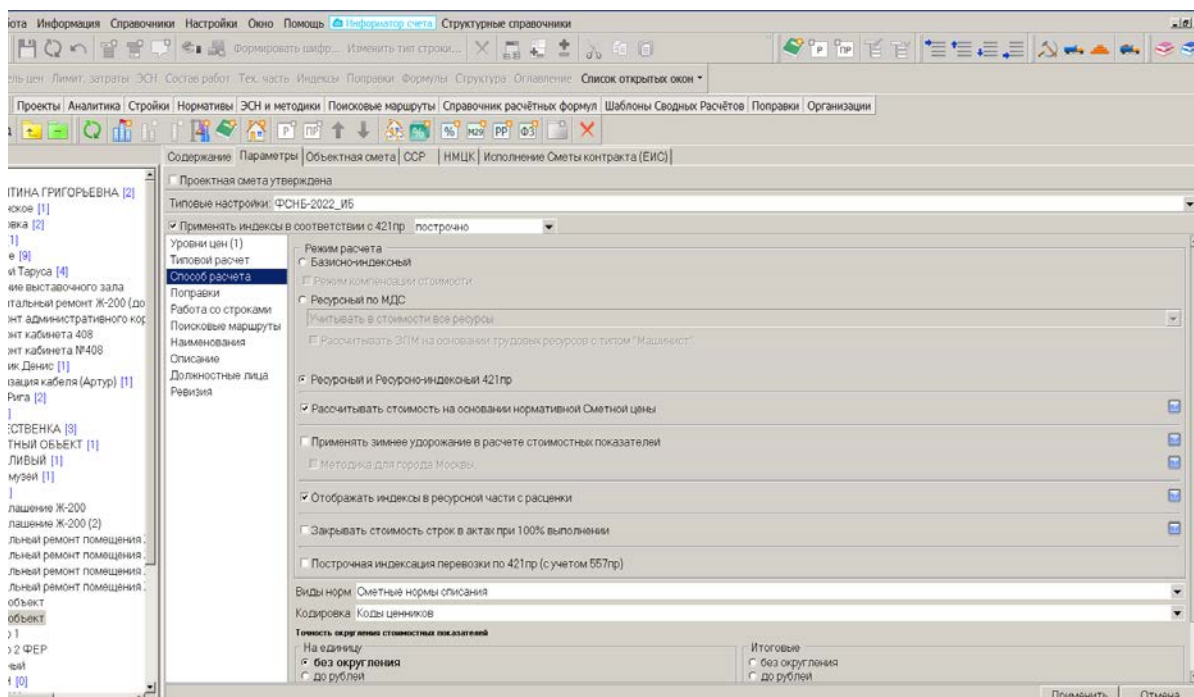

Рис.7. Установка метода расчета смет
- на вкладке «Способ расчета» установить метод определения сметной стоимости (БИМ или РИМ) (рис.7);